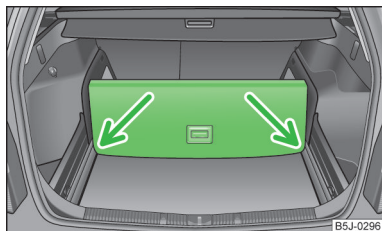

Fig. 50
- Soulevez la partie comportant la fixation et fixez-la en la poussant dans les rainures désignées par les flèches » fig. 50.